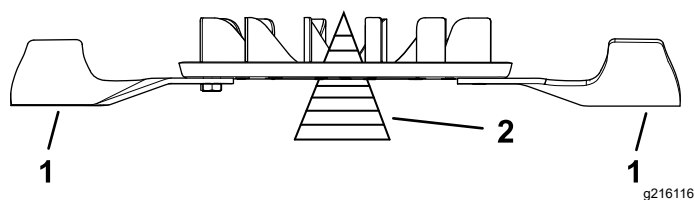

Figura 109
2. Verifique o equilíbrio do conjunto da lâmina colocando-a num equilibrador de lâminas (Figura 109).